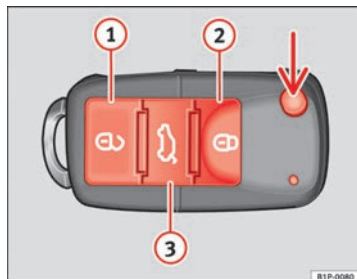

Fig. 46 Affectation des touches de la clé à radiocommande
La touche  $\Rightarrow$ fig. 46 (flèche) de la radiocommande permet de débloquer le panneton de la clé.
Déverrouillage du véhicule  $\Rightarrow$ fig. 46 ①.
Verrouillage du véhicule  $\Rightarrow$ fig. 46 ②.
Déverrouillage du hayon. Appuyez sur la touche  $\Rightarrow$ fig. 46 ③ jusqu'à ce que tous les clignotants du véhicule s'allument brièvement. Après avoir appuyé sur le bouton de déverrouillage  ③, vous disposez de 2 minutes pour ouvrir le hayon. Une fois ce temps écoulé, il se verrouillera de nouveau.
- Appuyez sur la touche ② ⇒ fig. 46 de la radiocommande.
- Appuyez sur la touche ① ⇒ fig. 46 de la radiocommande.
Pour modifier l'état de verrouillage/déverrouillage, actionnez le bouton  ou la touche ① ⇒ fig. 46 de la clé de la radiocommande.